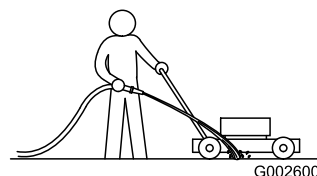

Figura 16
3. Cu motorul pornit și lama cuplată, direcionezi un jet de apă în faa roii **dreapta**, spate (**Figura 16**).